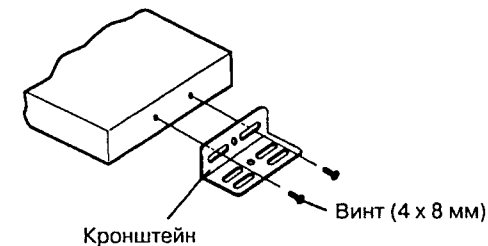

Рис.17
1. Крепление кронштейнов. (Рис.17)